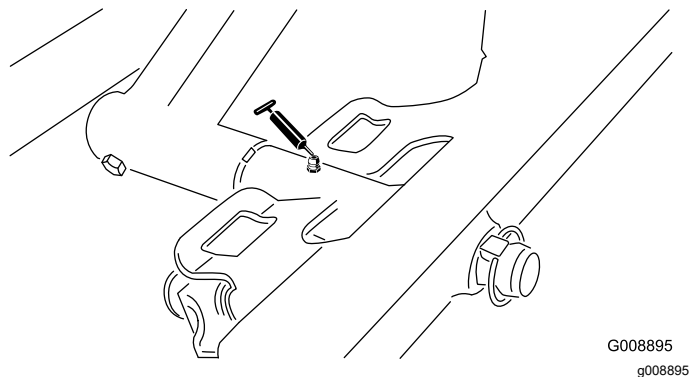

Figura 32
- Perno dell'apparato di taglio anteriore (Figura 32)